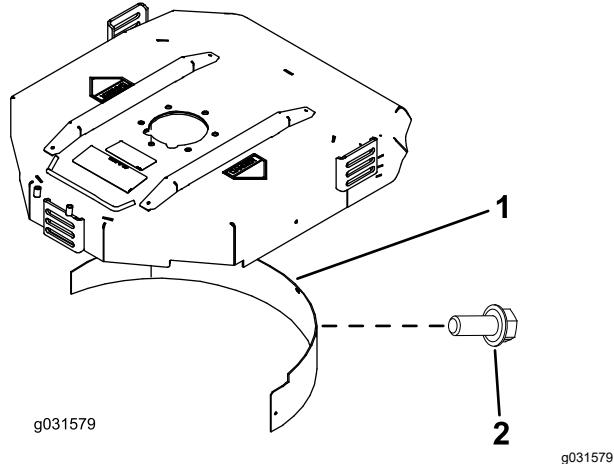

Figura 19
2. Instale o abafador de cobertura (mulch) na abertura traseira e fixe-o com cinco parafusos com cabeça flangeada (Figura 19).